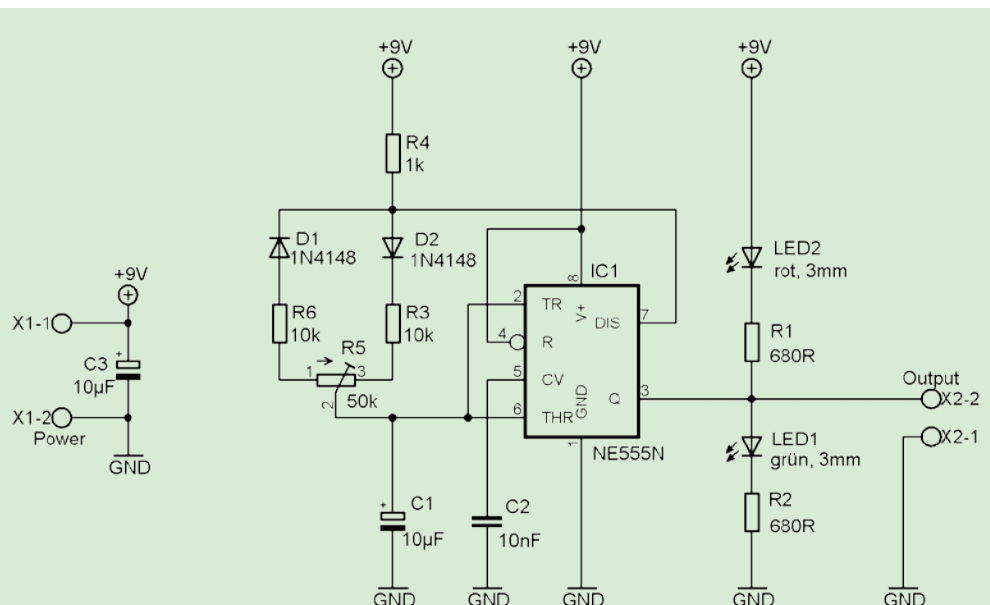
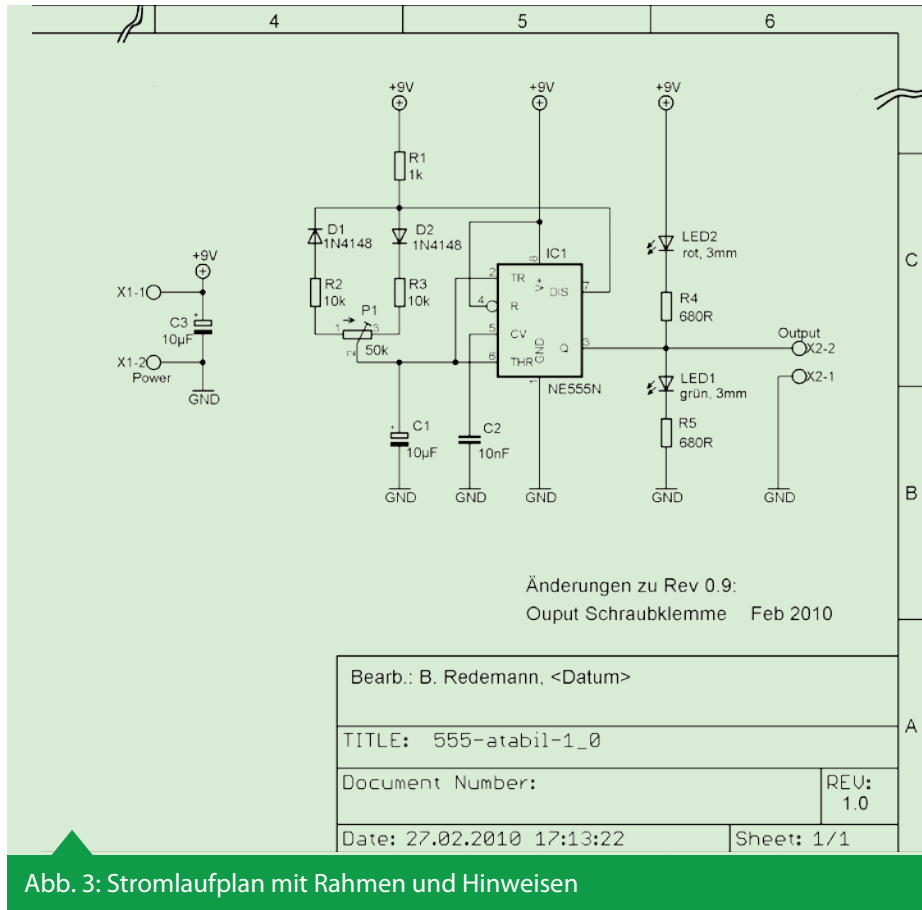

Abb. 2: besser
Abb. 3: Stromlaufplan mit Rahmen und Hinweisen
B) Wie oben bereits erwähnt, gibt es auch in der Abbildung 2 keine Versionsnummer, Namen oder das Erstelldatum. Ratsam und sinnvoll ist in jedem Fall ein Rahmen, in dem dann die Parameter eingetragen werden (Abb. 3).